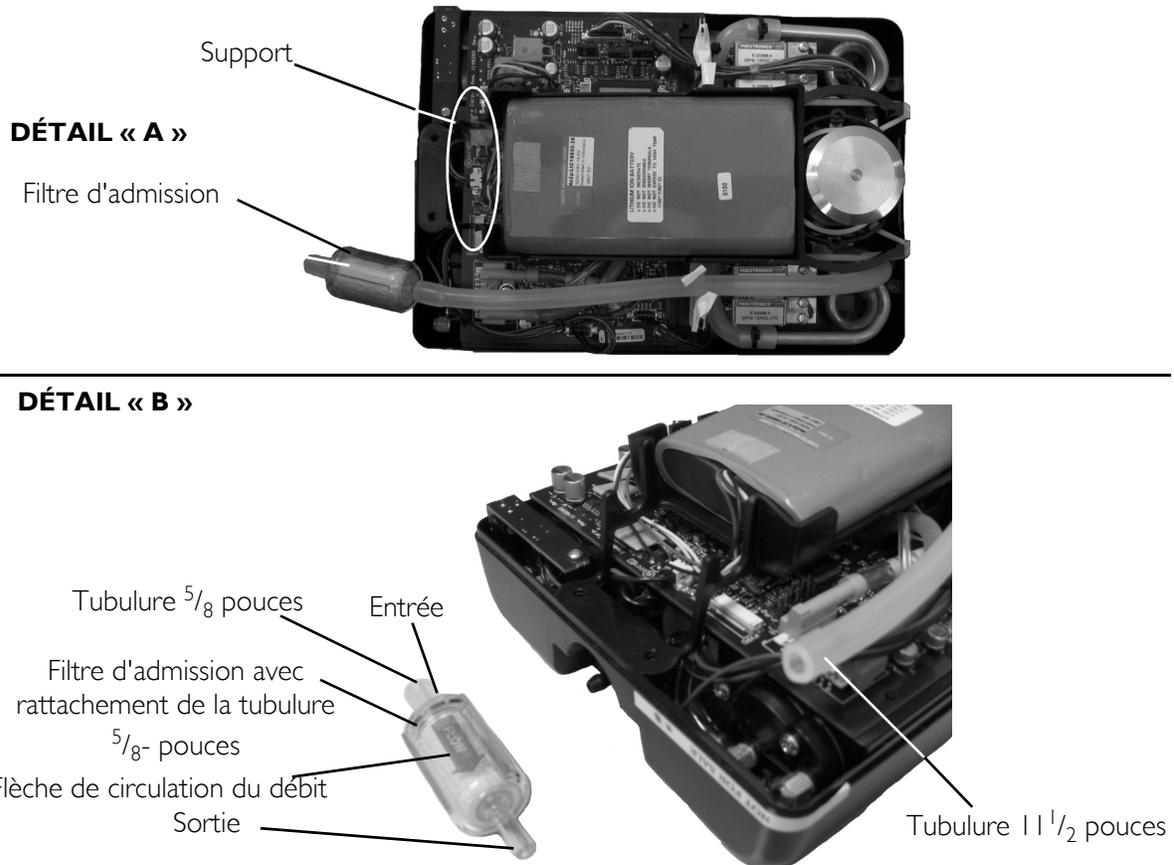

FIGURE 2.4 Remplacement du filtre d'admission
REMARQUE : Pour cette procédure, voir FIGURE 2.4 et FIGURE 2.2 à la page 10.
- Connectez la tubulure 11½ pouces à la sortie du filtre d'admission (Détail « A » de la FIGURE 2.4).